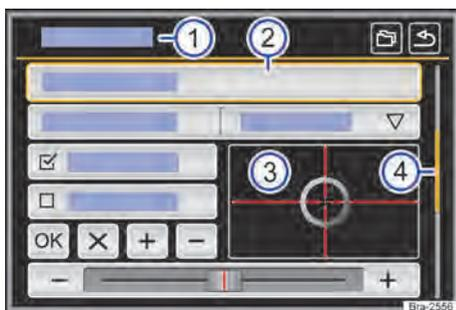

Fig. 117 Representação esquemática: vista geral das possíveis superfícies de função no display.
O aparelho está equipado com um touchscreen (tela de toque) → **Fig. 117** ③.
As superfícies de função iniciam funções ou abrem outros submenus. Em submenus é indicado, na linha do título, o menu atualmente selecionado → **Fig. 117** ①.